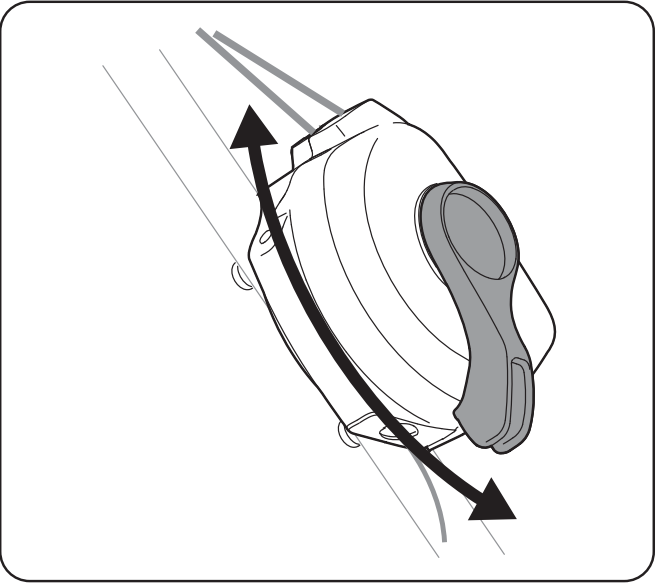

Figure 5-2
2. Pour changer de vitesse, déplacez la commande de vitesse à la vitesse voulue. Voir la Figure 5-2.